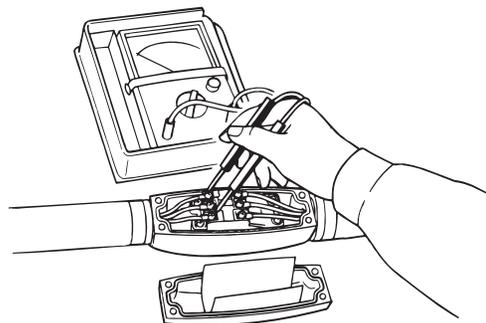

Figure 5. Conduction et court-circuit du fil conducteur (de l'interrupteur au moteur)
7. Vérifier la conduction et le court-circuit du fil conducteur de l'interrupteur au côté du moteur (avec l'interrupteur éteint). Voir Figure 5.